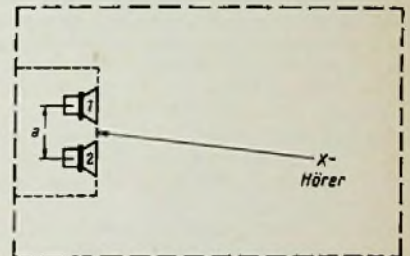

Bild 3. Bei gleichphasiger Erregung beider Lautsprecher lokalisiert der Hörer das Schallzentrum für alle Frequenzen in der Mitte zwischen beiden Lautsprechern
Wie Bild 5 zeigt, sind an der vorderen Schallwand in üblicher Weise nebeneinander zwei Lautsprecher vorgesehen, von denen jeder mit Rücksicht auf Ziffer 1 d sowohl hohe, mittlere als auch tiefe Frequenzen überträgt. Die Lautsprecher werden mit annähernd gleicher Leistung gespeist. Schwingen sie dabei mit gleicher Phasenlage, so bildet sich in der Mitte zwischen beiden Lautsprechern für den Hörer ein scheinbares Schallzentrum aus, wie Bild 3 zeigt. Der Effekt beruht auf einer scharfen Bündelung der Schallwellen.
Bei tiefen Frequenzen unterhalb einer bestimmten Frequenz f_0 werden die beiden Lautsprecher in jedem Fall gleichphasig gespeist. Für die mittleren und hohen Frequenzen ($f > f_0$) kann dagegen wahlweise gleich- oder gegenphasiger Betrieb eingeschaltet werden. Dadurch bildet sich für diesen Frequenzbereich entweder eine einzige, scheinbare Schallquelle (Bild 3), oder aber eine räumlich ausgedehnte Schallquelle mit mehreren scheinbaren Zentren aus (Bild 4). Die Übergangsfrequenz f_0 braucht dabei nicht mit der nach Gleichung (2) definierten Grenzfrequenz f_g identisch zu sein, sondern es genügt die Bedingung